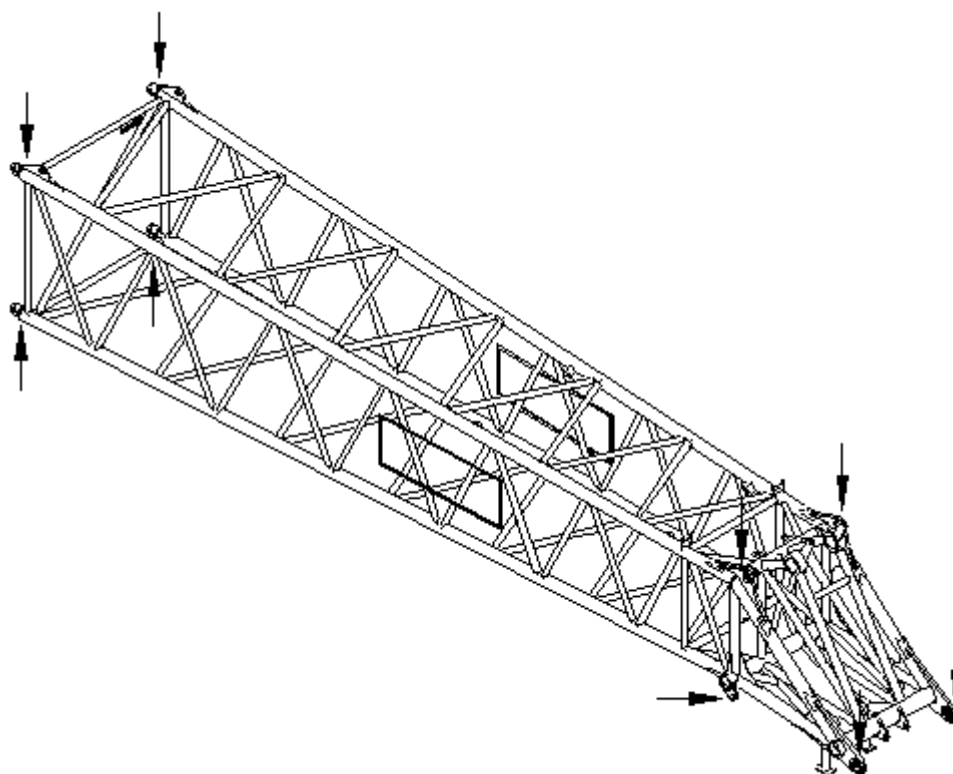

Рисунок 7-3 Инспекция оголовка стрелы
- 3) Проверьте отклонение рога крюка α . Угол скручивания α (см. рисунок 7-3 и рисунок 7-4) не должен превышать 10° .